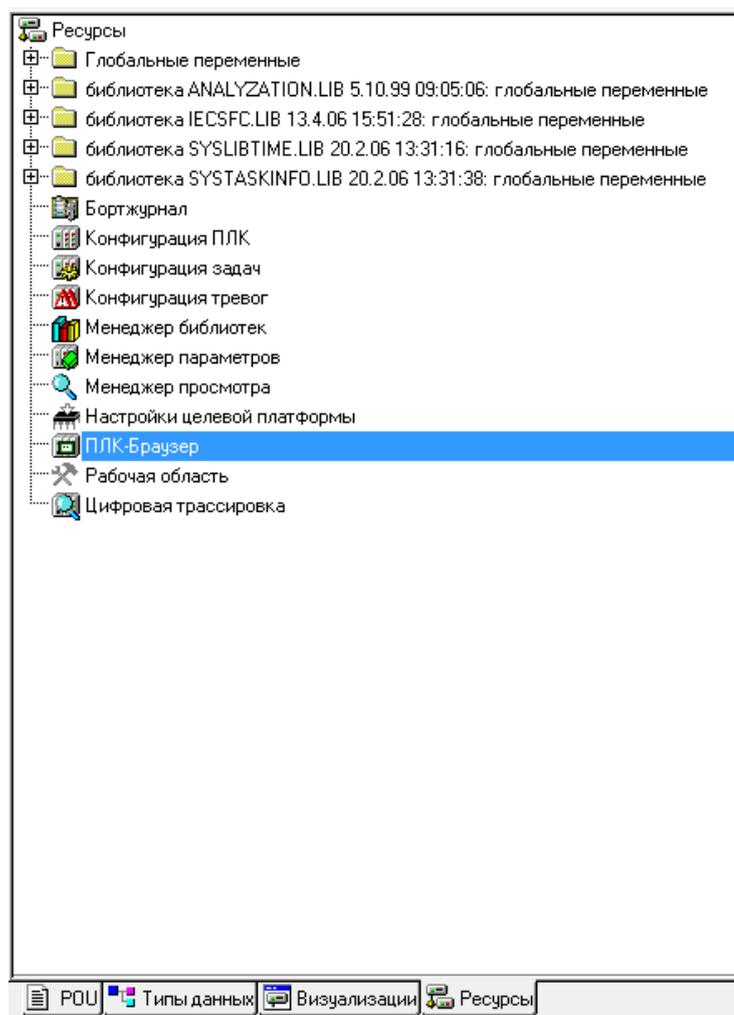

Рисунок 2. Переход в «ПЛК-Браузер».
8) Перейти на вкладку «Ресурсы» организатора объектов и войти в режим «ПЛК Браузер (PLC-Browser)», рисунок 2.